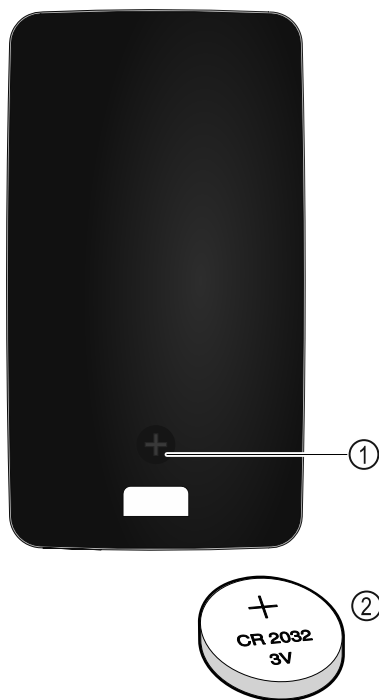

Fig. 149
Napájení dálkového ovládání proudem probíhá pomocí baterie typu CR 2032 na 3 V Fig. 149 (2), jakou lze běžně obdržet v dané prodejně.
- Vyšroubujte šroubek Fig. 149 (1) na zadní straně dálkového ovládání.